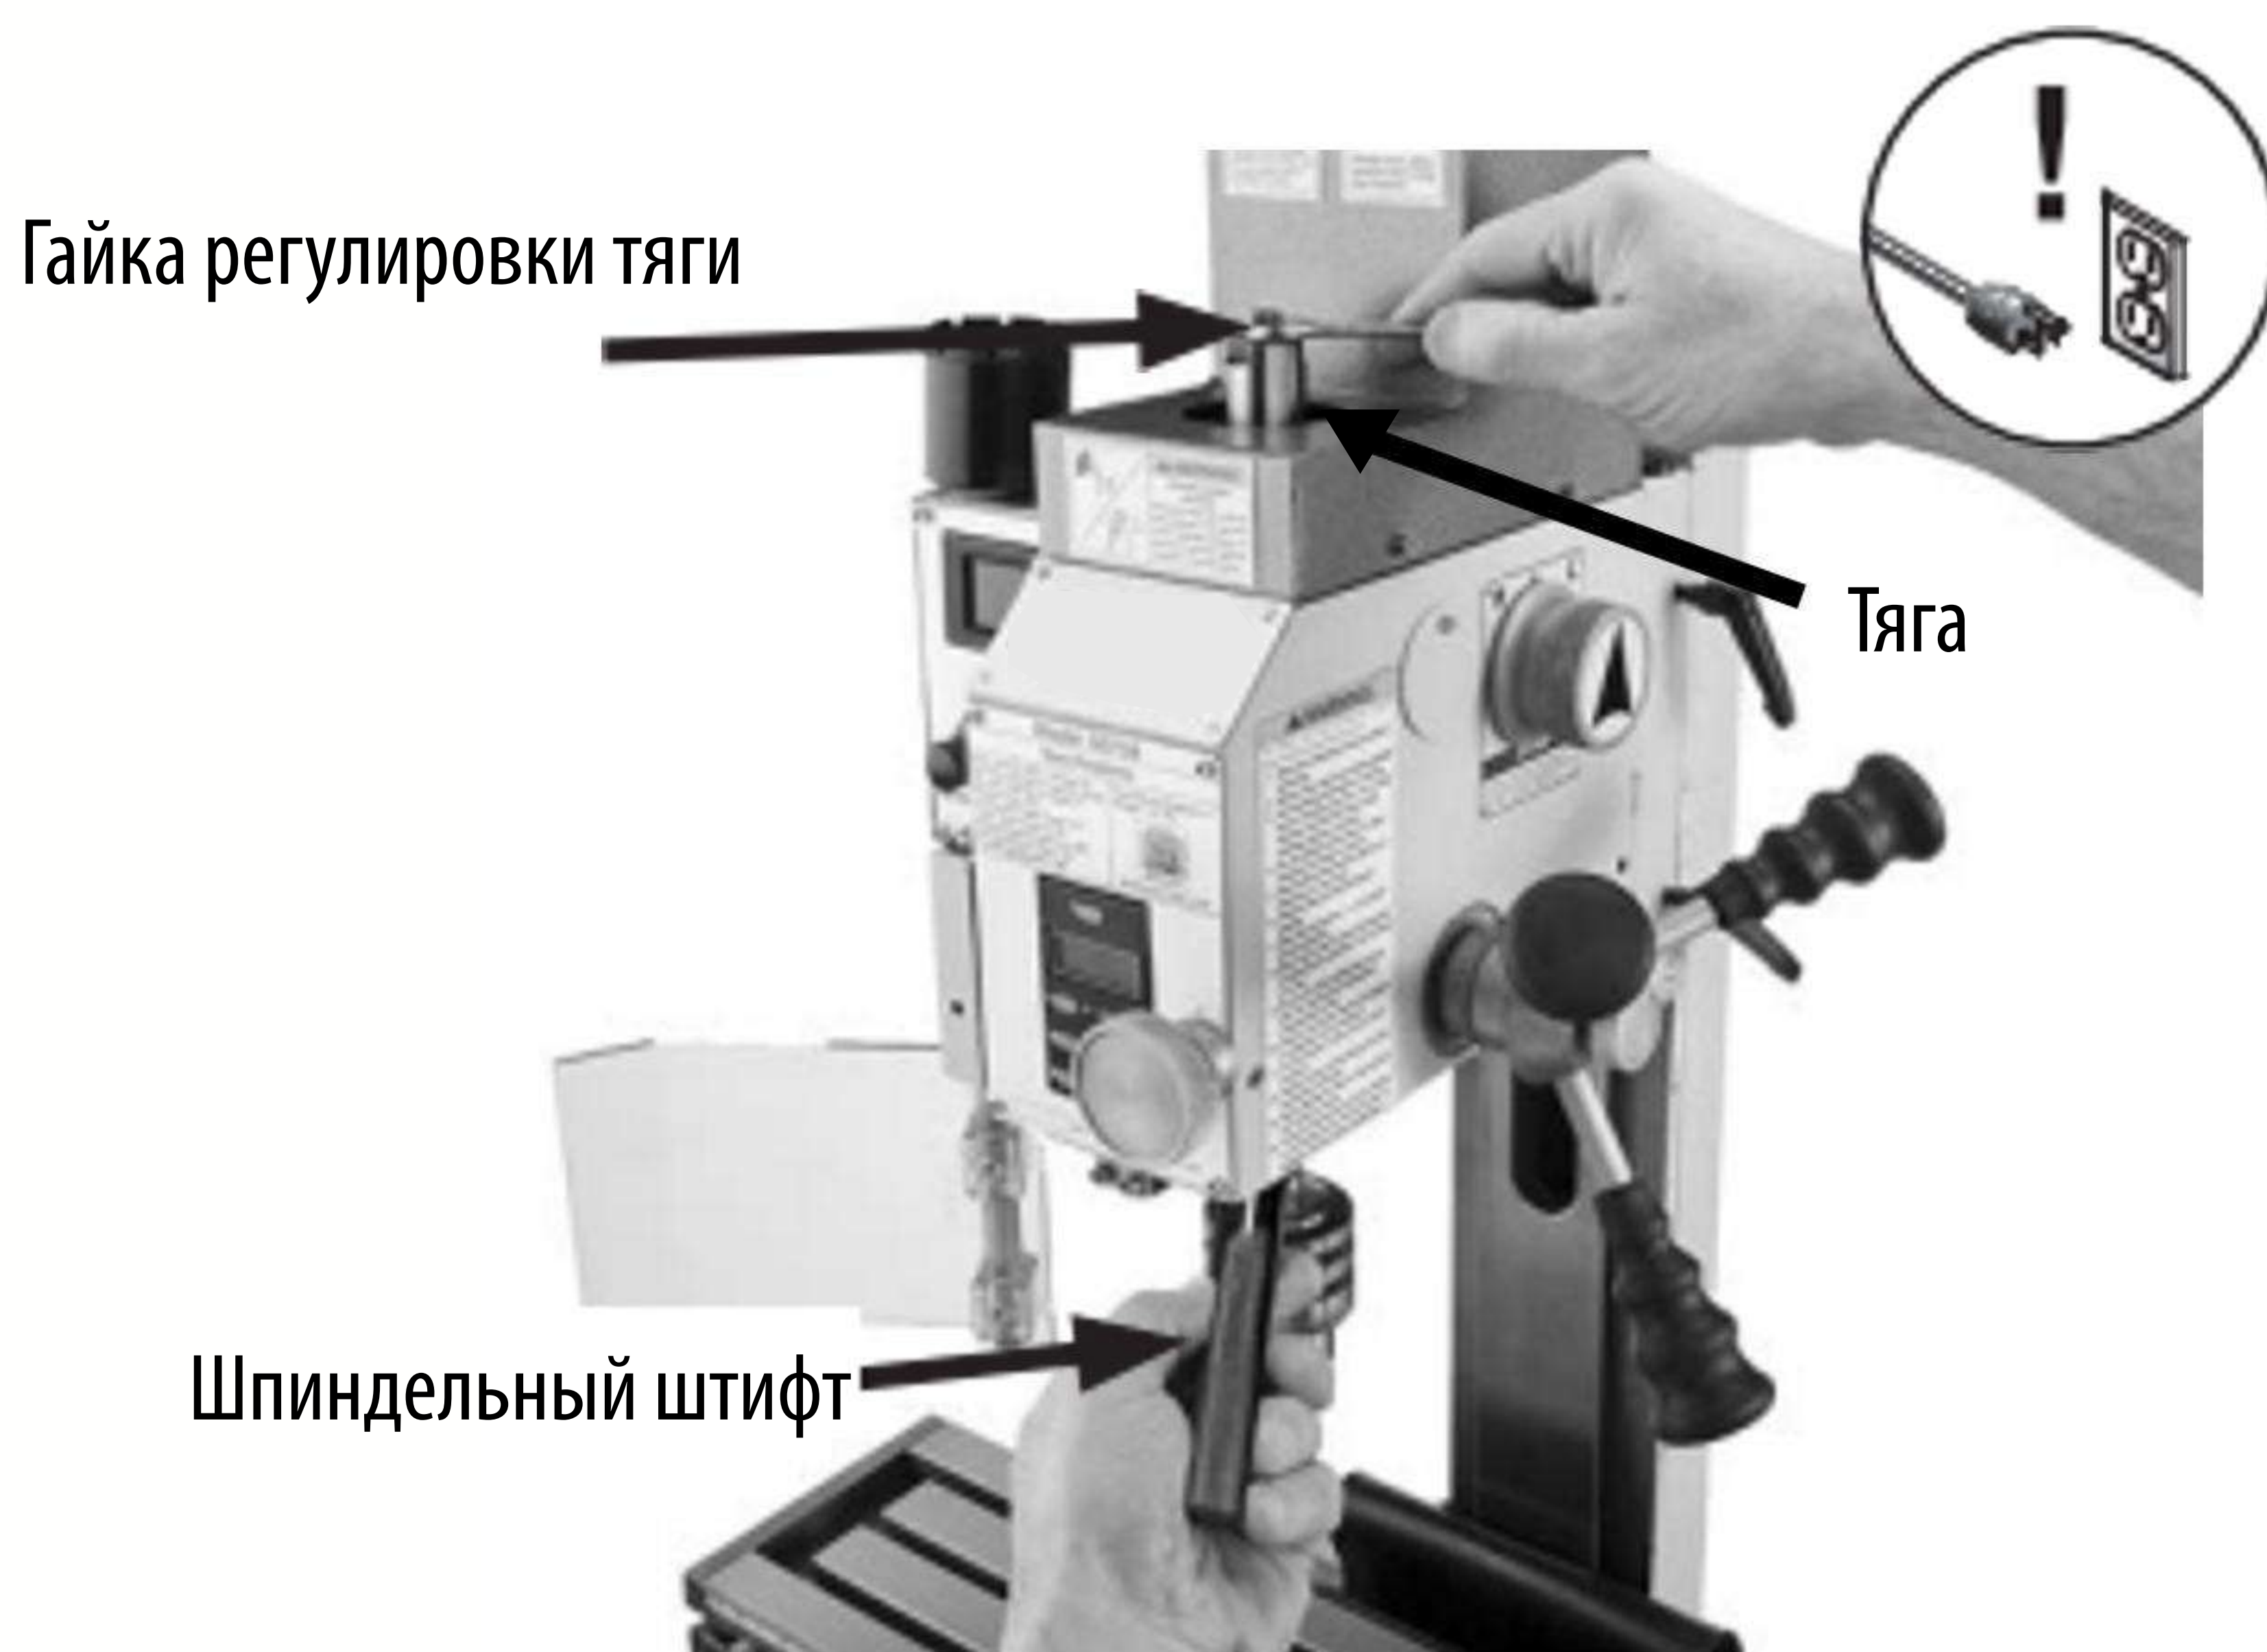

Рис. 26
3. Совместите шпоночный паз инструмента (см. рисунок 26) с фиксирующим штифтом внутри шпинделя, затем вставьте оснастку в шпиндель до момента контакта с натяжным болтом.